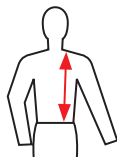

Figura 20: La misura della lunghezza vita-spalla (WSL)
Il sistema è disponibile in taglie che vanno dalla S alla 2XL. Ogni taglia è caratterizzata da una specifica lunghezza vita-spalla dell'utente (Figura 20). La lunghezza vita-spalla (WSL) è un parametro importante per la scelta della taglia giusta di protezione per la schiena (11): l'utente deve sempre assicurarsi di utilizzare una protezione per la schiena (11) con una WSL che corrisponda alle sue misure.
È indispensabile che il sistema sia indossato correttamente, al fine di Figura 20: La misura della lunghezza vita-spalla (WSL) fornire la massima protezione potenziale in caso di incidente. Per facilitare la scelta della taglia giusta, l'utente può fare riferimento alla Tabella 4, che fornisce le misure di riferimento del corpo per ogni taglia del sistema, e alla successiva sezione 11.1 "Punti di misura". Si noti che queste misure sono fornite come suggerimenti e riferimenti generali basati sulle taglie generali maschili, senza alcun intento discriminatorio, e d e v o n o essere adattate di conseguenza successivamente alle misure specifiche del singolo utente.